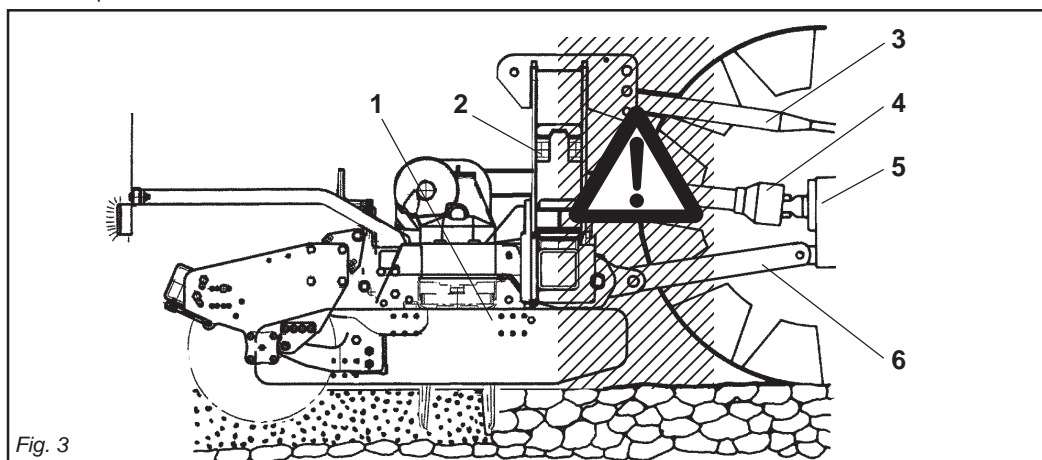

Fig. 3
- 25) È assolutamente vietato interporci tra il trattore e la macchina (Fig. 3) con motore acceso e cardano inserito nonché senza aver azionato il freno di stazionamento ed aver inserito, sotto le ruote, un ceppo o un sasso di bloccaggio.
- 29) È assolutamente vietato interporci fra il trattore e l'attacco della macchina per manovrare il comando dall'esterno per il sollevamento (Fig. 3).
- 25) *It is absolutely forbidden to stand between the tractor and the implement (Fig. 3) when the engine is running and the cardan shaft is engaged without having first engaged the hand brake and placed a block or stone under the wheels to prevent them from moving.*
- 29) *It is absolutely forbidden to stand between the tractor and the implement when manoeuvring the lift control from the outside (Fig. 3).*
- 25) Es ist absolut verboten, bei laufendem Motor und eingeschalteter Gelenkwelle zwischen den Schlepper und das Gerät zu treten (Abb. 3). Dazu muß die Feststellbremse gezogen werden und unter die Räder ein Bremskeil oder ein großer Stein gelegt worden sein.
- 29) Es ist absolut verboten, zwischen den Schlepper und den Anschluß zu treten, um die Aushebung von außen zu betätigen (Abb. 3).
- 25) *Il est absolument interdit de se mettre entre le tracteur et l'appareil (Fig. 3) quand le moteur est en marche et le cardan enclenché, sans avoir tiré le frein de stationnement et bloqué les roues avec une cale ou un caillou.*
- 29) *Il est absolument interdit de se mettre entre le tracteur et l'attelage pour manoeuvrer la commande de relevage de l'extérieur (Fig. 3).*
- 25) Está terminantemente prohibido colocarse entre el tractor y el equipo (Fig. 3) con motor encendido y cardán inserido, o sin haber accionado el freno de estacionamiento y de colocar, debajo de las ruedas, una piedra u otro elemento de bloqueo.
- 29) Está absolutamente prohibido colocarse entre el tractor y el enganche para maniobrar el mando desde el externo en la fase de elevación (Fig. 3).